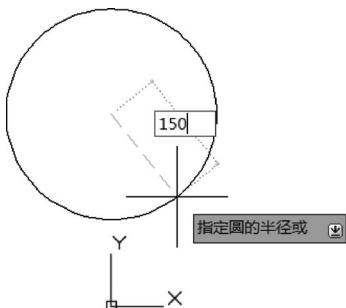

图 2-18 输入圆的半径为 150
- 5 在工具提示界面中文本框中输入圆的半径为“150”，如图 2-18 所示，然后按